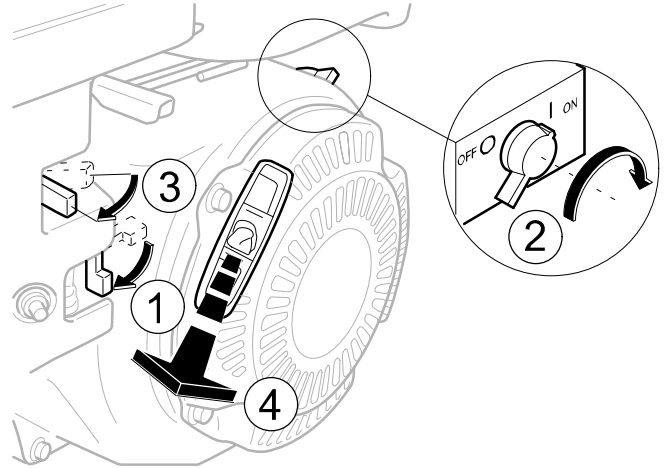

Fig. 11 Avviamento degli impianti a benzina
- Spegner il motore premendo il tasto di arresto (2, Fig. 11), chiudere il rubinetto del carburante (1).